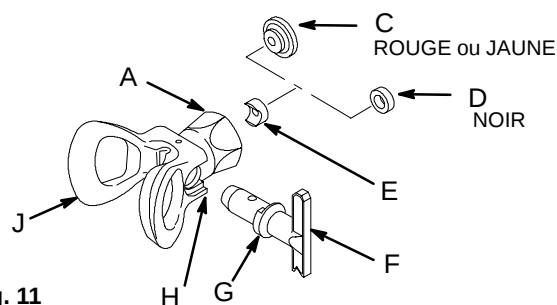
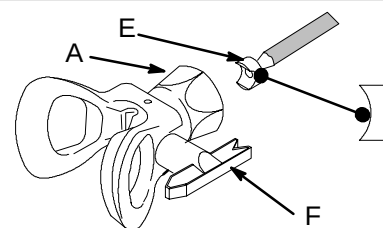

Fig. 11
Fig. 12
Décompresser. Monter une buse (F) pour que la bride (G) du cylindre s'engage dans les rainures (H) à la base de la protection de buse (J). Voir Fig. 11.
Placer le siège (E) sur un crayon, face incurvée vers l'extérieur, comme illustré à la figure 12. Enfiler le siège dans l'écrou de retenue (A) et le tourner jusqu'à ce qu'il chevauche le cylindre de la buse de pulvérisation (F). Déposer le joint approprié dans le logement et l'enfoncer. Si l'on utilise le joint rouge ou jaune (C), veiller à ce que sa face plane soit orientée vers l'extérieur de l'écrou de retenue (A). Voir Fig. 11.
Veiller à ce que la manette de la buse se trouve EN POSITION MAXIMUM DE PULVÉRISATION avant de se servir du pistolet. Voir Fig. 11.